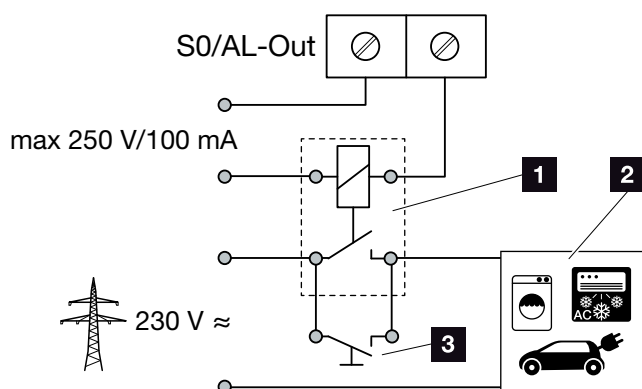

Fig. 54: Ligação elétrica do autoconsumo
1. Conecte o relé de carga externo corretamente ao borne de ligação S0/AL Out. **Fig. 54**